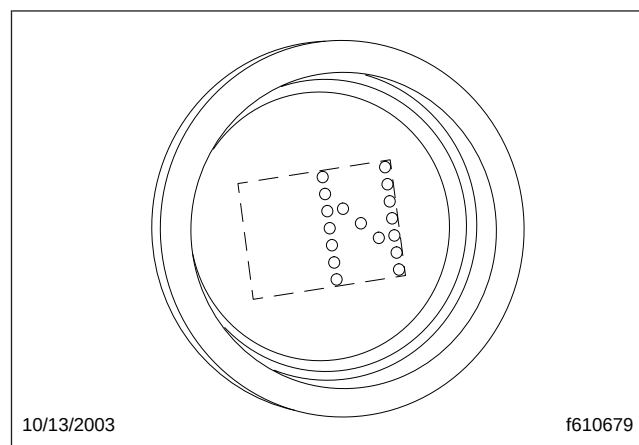

Figura 8.26, Visualización de neutro
Neutro (N) está en el centro del interruptor de selección de tres posiciones ubicado en el extremo de la palanca de control Smart Shift. Siempre arranque el motor en neutro. Para seleccionar neutro, mueva el interruptor selector a la posición central. Cuando se selecciona neutro, la letra "N" aparece en el indicador de la marcha. Vea la Figura 8.26.